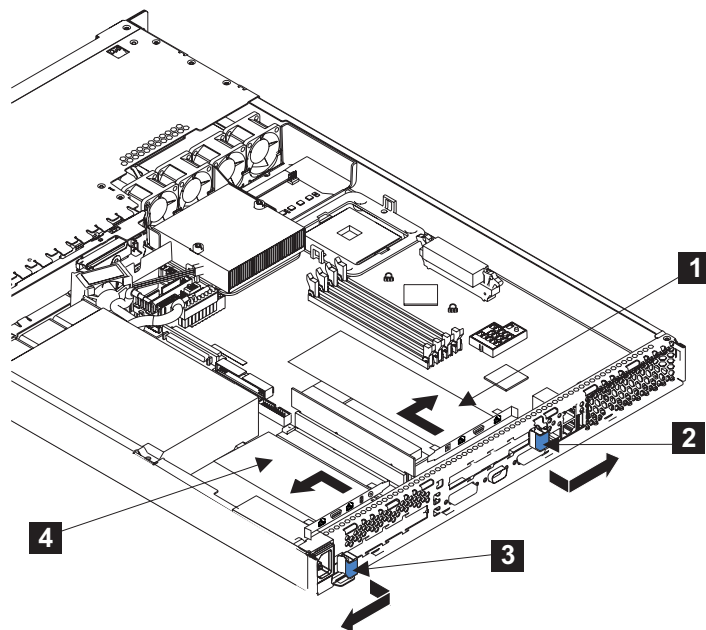

図 115. アダプターを取り外す前の SAN ボリューム・コントローラー 2145-4F2
4. 取り外すアダプターについて、拡張スロット・クリップ (383 ページの図 115 の **2** または **3**) の側面を一緒に押してクリップをアンロックしてから、拡張スロット・クリップをアダプターから離す方向に回転させます。拡張スロット・クリップは、SAN ボリューム・コントローラー 2145-4F2 に緩めに接続していません。